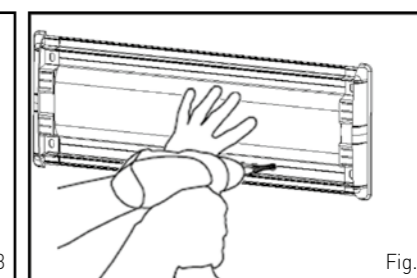

Fig. 4
- Mesurer la longueur entre chaque embout ou angle puis découper le rail en utilisant une scie radiale. Percer le rail au niveau des rainures en commençant à 20 mm du bord puis espacer les trous de 750 mm maximum. Placer le rail sur les repères du mur puis repérer chaque trou sur le mur. Percer et cheviller le mur puis fixer le rail sur le mur. (Cf. Fig.4)